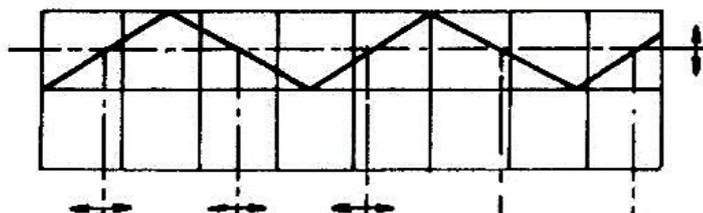

Fig.3- Signal sur 2 de AR102
b) le circuit AR102-1 est monté en modulateur, il transforme les variations d'amplitude issue de la régulation U, et de la limitation I en variation de largeur (2-Fig.3)
d) le circuit AR102-4 , bloque la puissance lorsque la tension secteur devient trop forte. Il compare la tension de la zener référence CR108 à la tension du diviseur résistif : R129,R137, R140,R142. Si la tension secteur augmente cette tension croît, le comparateur AR102-4 bascule, sa sortie (13) devient haute. Le photocoupleur K101, alimenté par les résistances R123,R126 bloque le circuit de puissance.